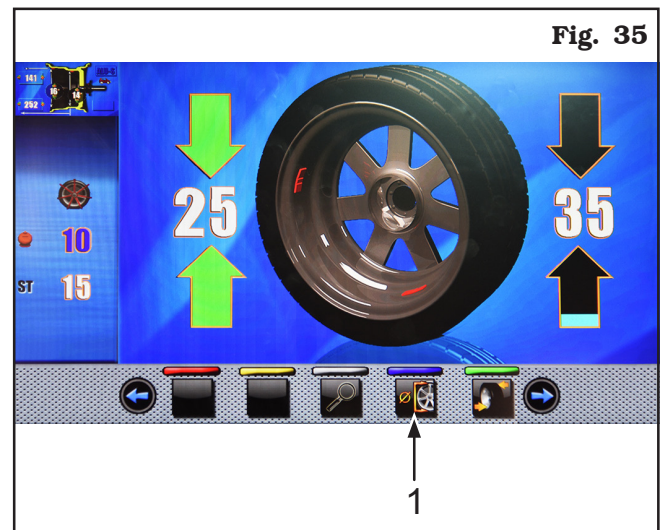

Fig. 35
- Apretar el pulsador "programas y medición" (Fig. 35 ref. 1). Comparece la siguiente pantalla: